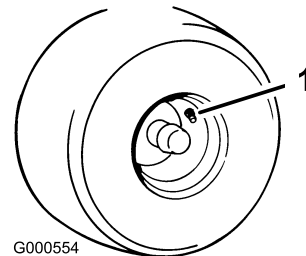

**Figure 42**
2. Soulevez le panneau de commande pour accéder au faisceau de câblage principal et au porte-fusibles (Figure 42).
3. Pour remplacer un fusible, tirez dessus pour l'enlever (Figure 42).